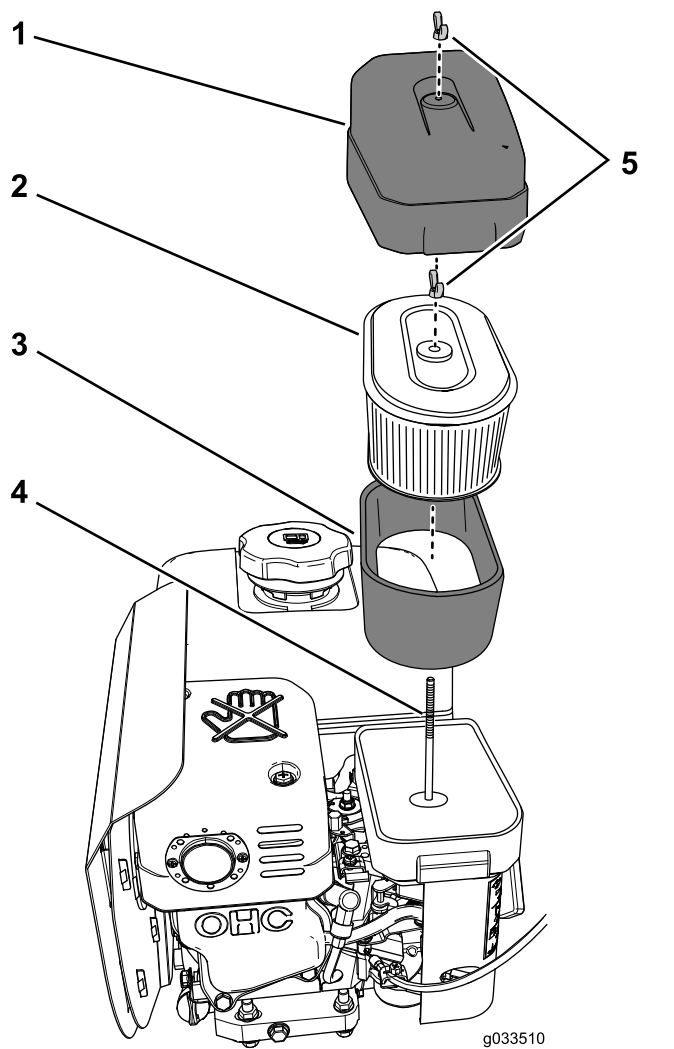

图6
2. 清洁空气滤清器的周围防止灰尘进入发动机并导致损害 图6。
3. 逆时针旋转固定空气滤清器盖的蝶型螺帽然后取下空气滤清器盖 图6。
4. 逆时针旋转固定纸质和泡沫滤芯的蝶型螺帽然后从压紧装置杆取下滤芯 图6。
5. 小心将泡沫滤芯拉出纸质滤芯 图6。
1. 检查是否存在破裂、油性薄膜或损坏 图6。
1. 小心地将泡沫滤芯滑落到纸质滤芯上 图6。
2. 将纸质滤芯顶板中的孔与化油器压紧装置杆对齐 图6。
3. 使用在 拆下泡沫和纸质滤芯 \(页码 6\) 的步骤 4 中卸下的蝶形螺帽 图6 将滤芯固定到化油器上。
4. 将空气滤清器盖中的孔与压紧装置杆对齐 图6 并用在此 拆下泡沫和纸质滤芯 \(页码 6\) 的步骤 3 中卸下的蝶形螺帽将滤清盖固定到装置杆上。